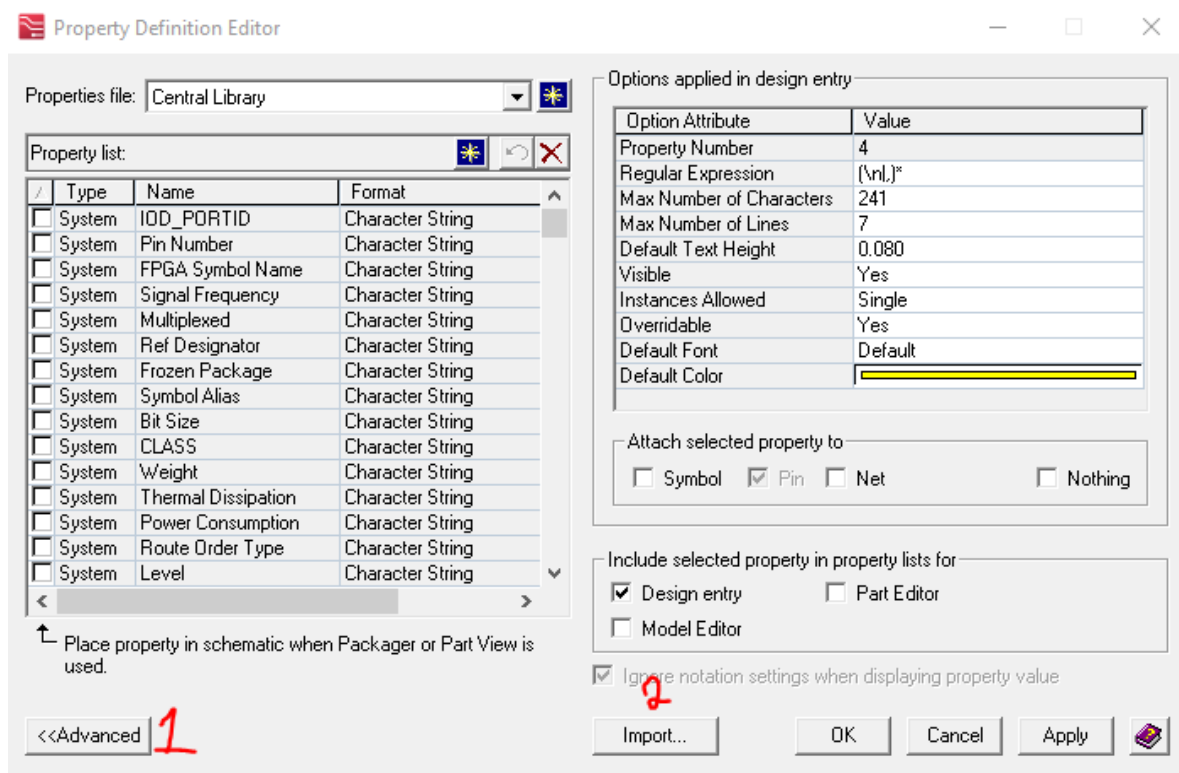

Рисунок 3
6) Откройте меню Advanced в левом нижнем углу и нажмите кнопку Import (рисунок 3)